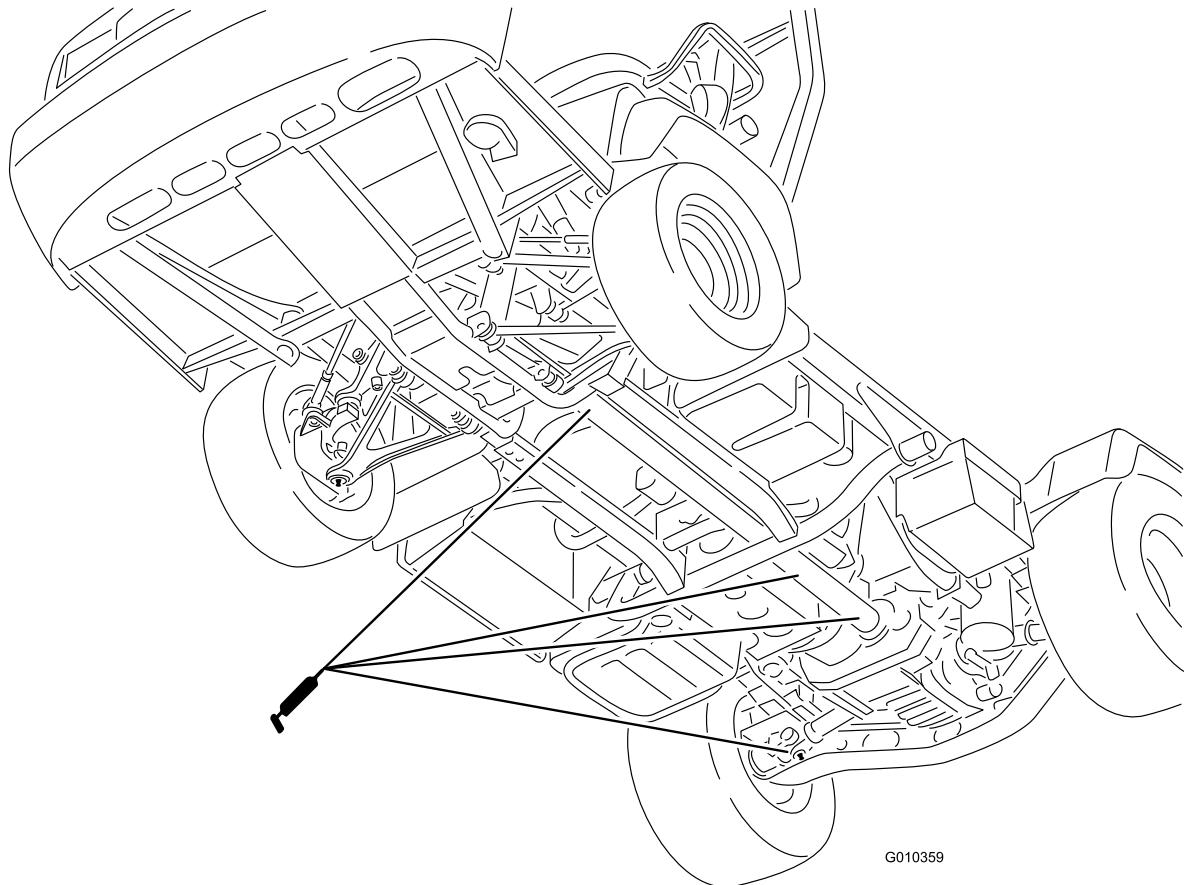

Figura 32
- **Giunto a U (18); fate riferimento alla Figura 32**
- **Albero motore trazione integrale (3); fate riferimento alla Figura 32**